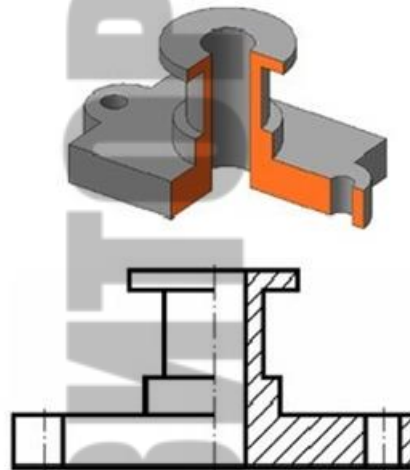

Рис. 13. Деталь для самостійної роботи
**Аркуш 6.** Самостійне виконання двох додаткових ортогональних проєкцій на А 3 (рис. 13). Орієнтація листа – альбомна.
На листі подається деталь рис. 13. Основна задача полягає у самостійному виконанні двох додаткових ортогональних проєкцій. Подане зображення пропонується вважати головним. Тому додатково виконуються ортогональні проєкції вигляду деталі зверху та збоку. Необхідно нанести розмірні лінії із вказівкою цифрових значень. Загальну компоновку усієї роботи пропонується
- аксонометричне зображення подати як на рис. 13 без кольору із штрихуванням у місці розрізу.